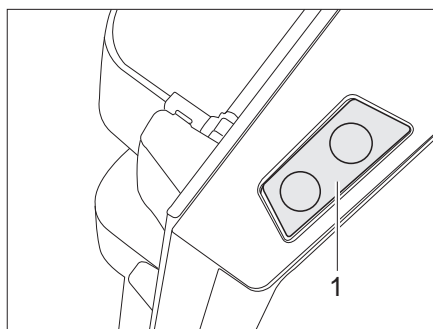

Fig. 230 Botón de desbloqueo de la puerta del frigorífico (Dometic de la serie 8)
- Abrir:** ■ Pulsar el botón de desbloqueo (Fig. 230,1) y abrir la puerta del frigorífico.